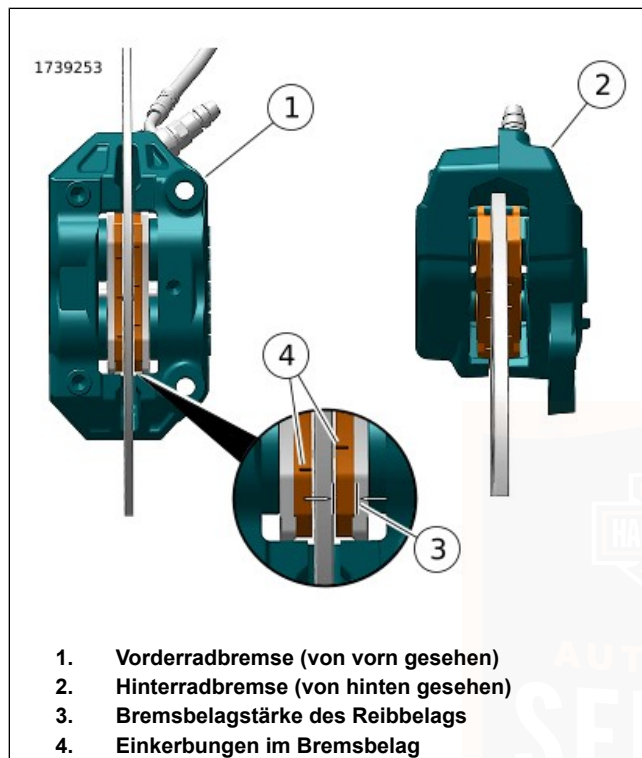

Abbildung 98. Reibmaterial des Bremsbelags
1. Siehe Abbildung 98 . Die Bremsscheibe prüfen, wenn diese gedreht wird. Die Scheibe muss schlagfrei im Bremssattel laufen.